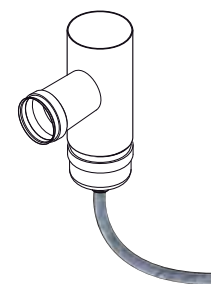

Abb. 5.5.3
**Es ist notwendig, am unteren Ende des ersten T am Rauchabzug ein Rohr vorzusehen, um die Ableitung des Kondenswassers zu ermöglichen, das sich in der Leitung bilden kann (Abb. 5.5.3).**